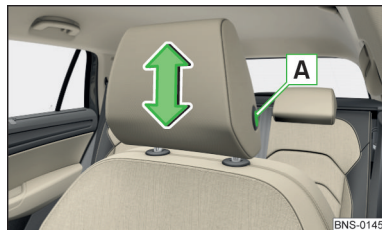

Fig. 96
► Pour le **réglage de la hauteur**, maintenez le bouton de verrouillage **A** et poussez l'appuie-tête dans la direction souhaitée » **fig. 96**.